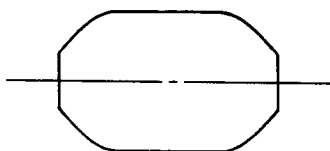

Fig. 3-9
- III. Gently turn both guide rollers alternately clockwise so that the envelope has the shape shown in Fig. 3-9. At this time, the lower edge of the tape should be fully on the drum lead.
- III. 両側のガイド・ローラーを少しずつ互いに右に回し、エンベロープを図 3-9 の様な形状にする。